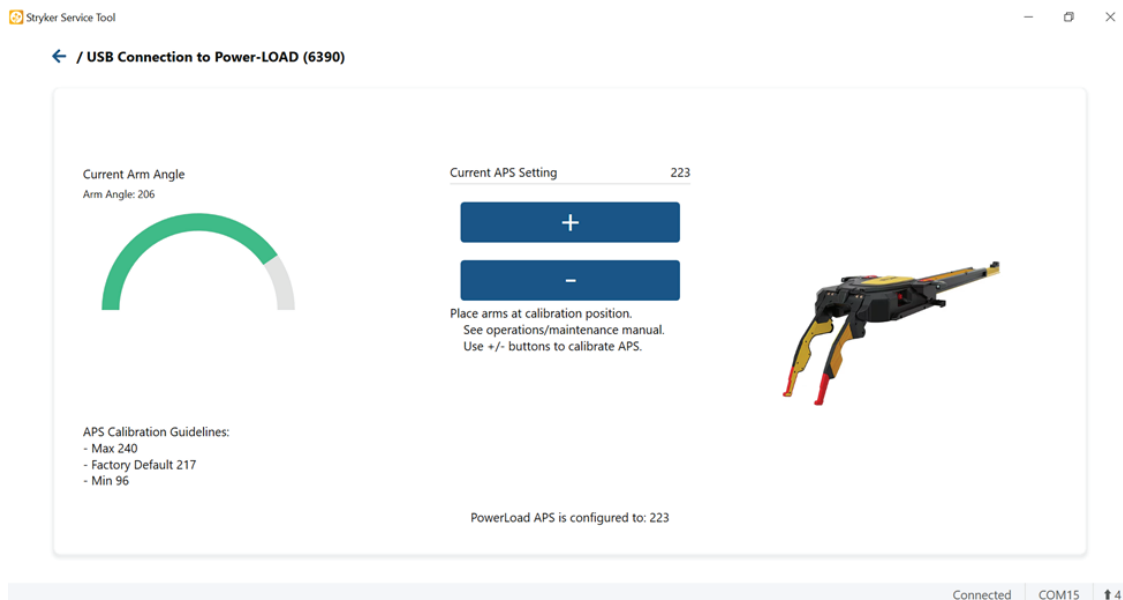

Figure 5 – Connexion USB au Power-LOAD (6390)
10. Cliquer sur **Connecter via USB**, puis cliquer sur **Configurer APS** (Figure 5).